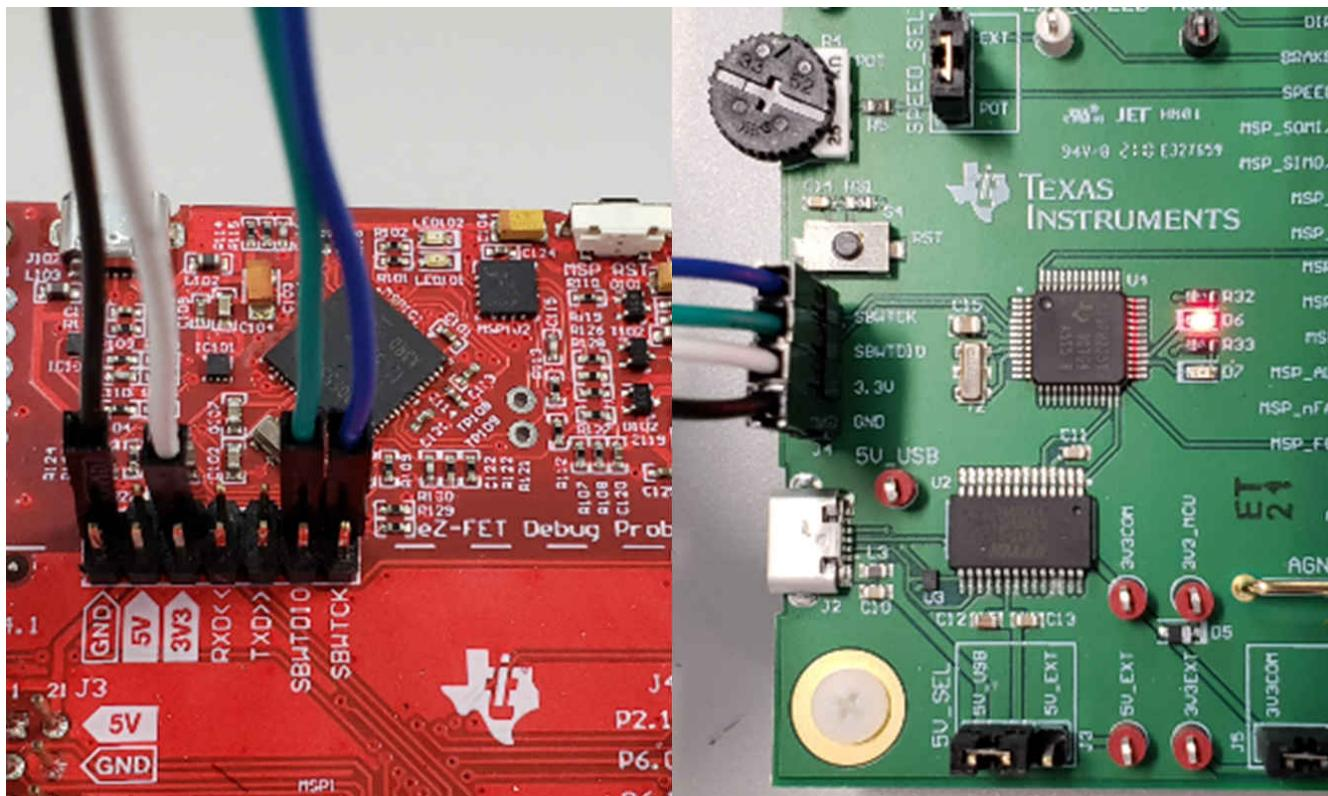

图 7-2. 连接到 MCF8316AEVM 的 MSP430 LaunchPad™ eZ-FET 探针
2. 将 GND、3V3、SBWTCK 和 SBWTIO 信号 LaunchPad eZ-FET 侧的顶部引脚连接到 MCF8316AEVM 的 J4 上的各自引脚，如表 7-1 和图 7-2 所示。